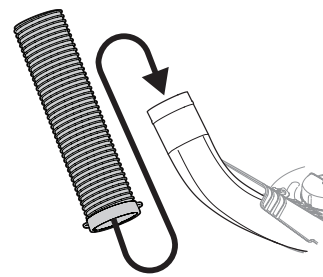

Figura 24
- Deslice la manguera sobre el maletero montado en la plataforma de corte, como se ilustra en la Figura 24.